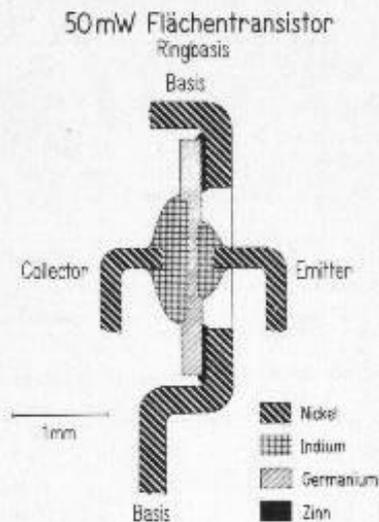

Bild 2
- II. Die n-Germaniumschicht zwischen den beiden p-Schichten ist nur $40 \dots 60 \mu$ dick (Bild 2). Da diese Schichtstärke für die Größe des Stromverstärkungsfaktors α von ausschlaggebender Bedeutung ist, muß die von den beiden Außenseiten erfolgende Einlegierung des Indiums sehr exakt gesteuert werden.